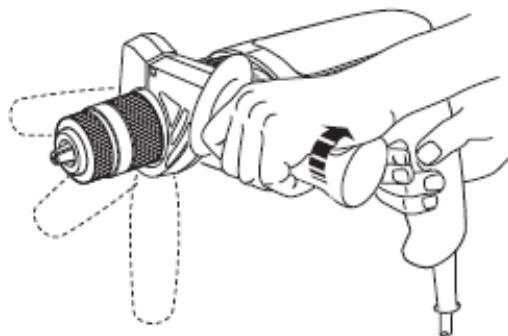

FIGURA 3
1. Gire a empunhadura no sentido anti-horário até que a pega de apoio (figura 3) possa deslizar sobre a parte frontal da ferramenta, como ilustrado na figura 3. Ajuste na posição desejada.